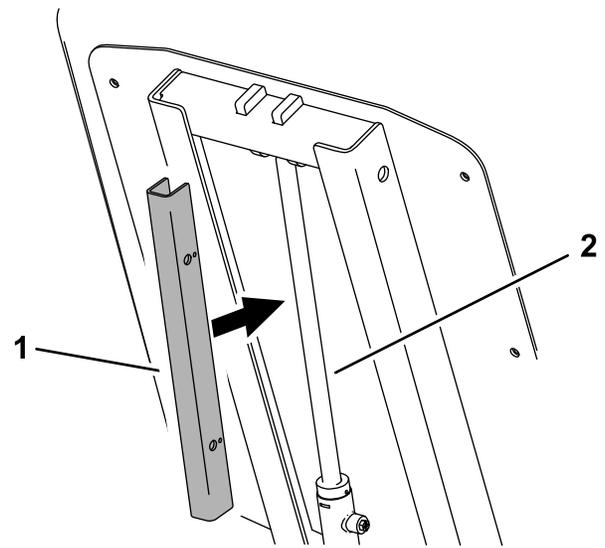

Figura 19
3. Deslice el bloqueo del cilindro sobre la barra del cilindro de elevación y fíjelo con los pasadores sin chaveta (Figura 19).